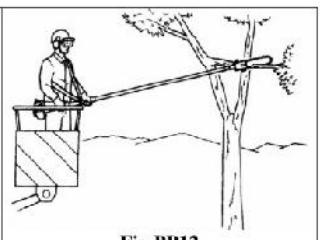

Fig.PP12
5.6- Corte sobre una plataforma de trabajo (Fig. PP12)